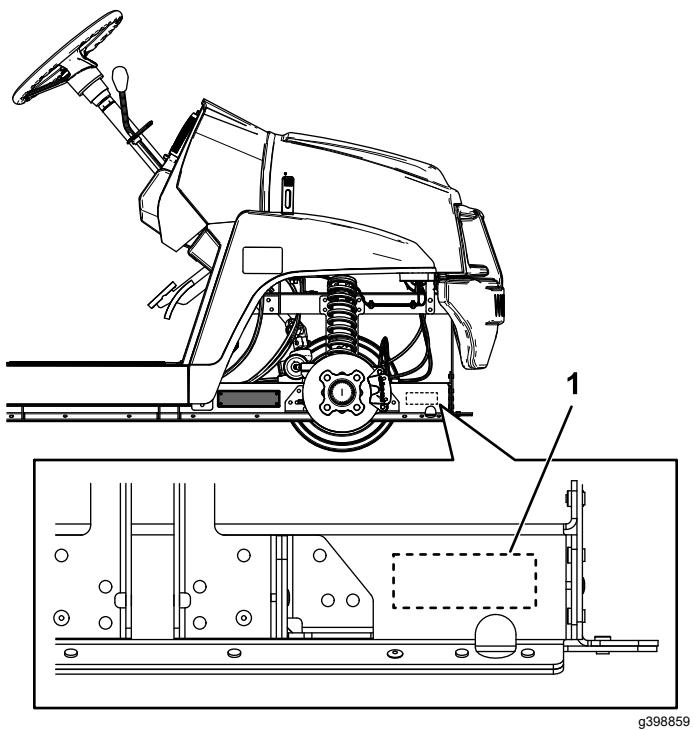

Figura 5
- Applicate il numero di serie sulla macchina, nel punto indicato nella Figura 5.